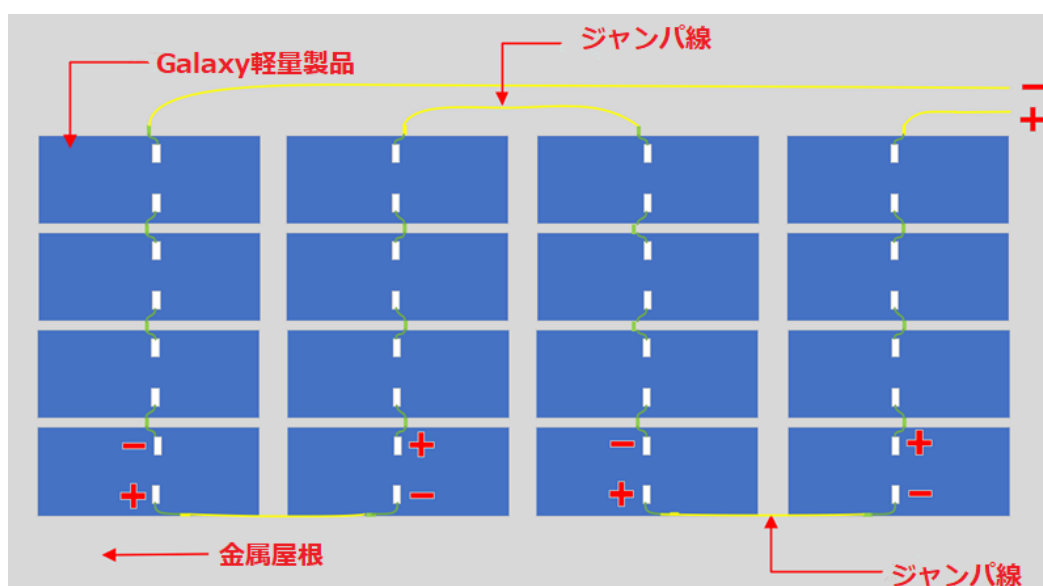

図 6-3: 製品クロス接続線の接続手順 (正面視点)
- ① 電気回路図に従って配線を行ってください。
- ② 直列接続された製品の場合、1つの製品の「+」極は他の製品の「-」極と接続されます。異なる列間の製品をクロス接続する場合は延長ケーブルが必要です。太陽光アプリケーション専用の延長ケーブルを使用してください。通常の場合、2行目は、次の行が設置および配線された後にのみ設置および配線できます。(図 6-3)